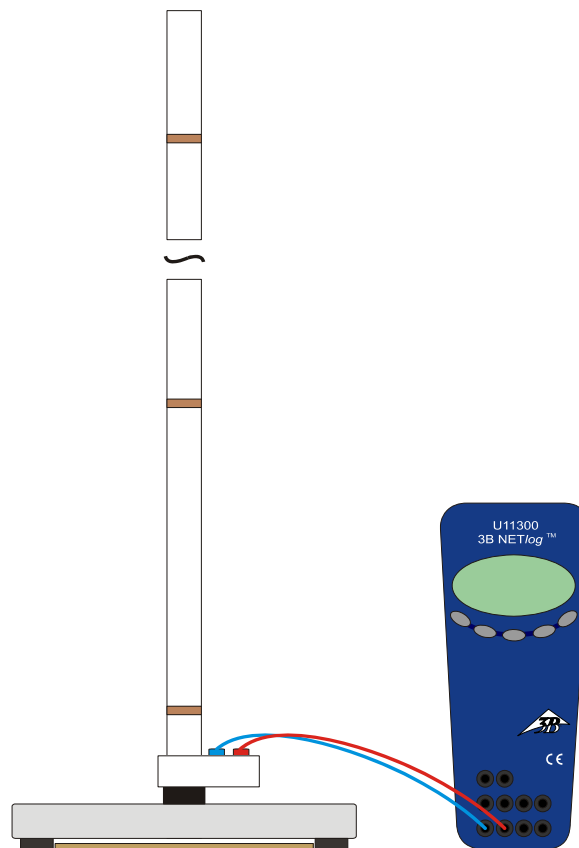

Fig. 1 Experimenteller Aufbau
- Experimentieranordnung gemäß Fig. 1 aufbauen.